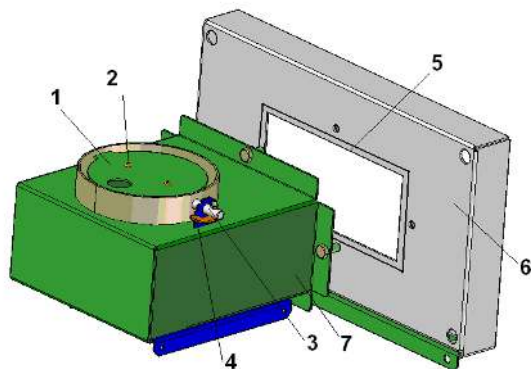
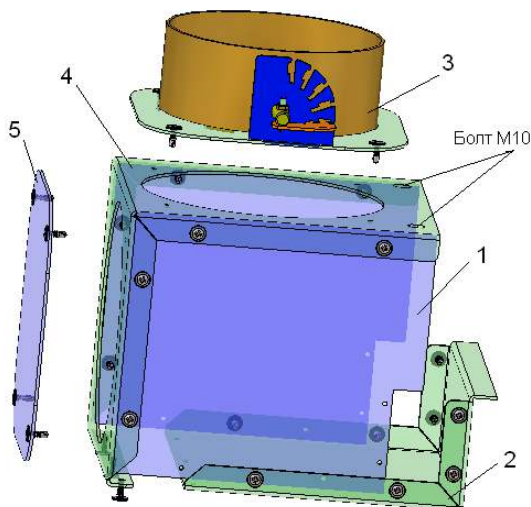

Рис.3 Дымоход котлов КС-Т/ТГ/ТП-12-12р-12/16S
Рис.6 Дымоход котлов КС-Т-11; КС-Т-15; КС-Т-11р, КС-Т-15р, КС-Т-11п, КС-Т-15п
5.3.1 Котлы транспортируют со снятым дымоходом, поэтому перед эксплуатацией необходимо дымоход собрать (**рис. 3,4,5,6**).
Рис.3 : установить заслонку поз.1, закрепив на оси поз.3 двумя винтами М4х10 поз.2. Фиксатор поз. 4 закрепить на оси поз.3 винтом М4х20 и гайкой М4. Между желобом поз.7 и основанием поз.6 установить Набивку АС 6х6 поз.5.
Рис.6: вставить боковины 1 в дно 2, закрепить предварительно винтами-саморезами. Сверху надеть крышу 4, закрепить предварительно винтами-саморезами. Трубу 3 и опору 5 можно поменять местами. Теперь окончательно затянуть все винты-саморезы.
Установить дымоход на заднюю поверхность котла, закрепив 4-мя болтами М10 с шайбами (рис.3, 4, 5) или 2-мя болтами М10 (рис.6).